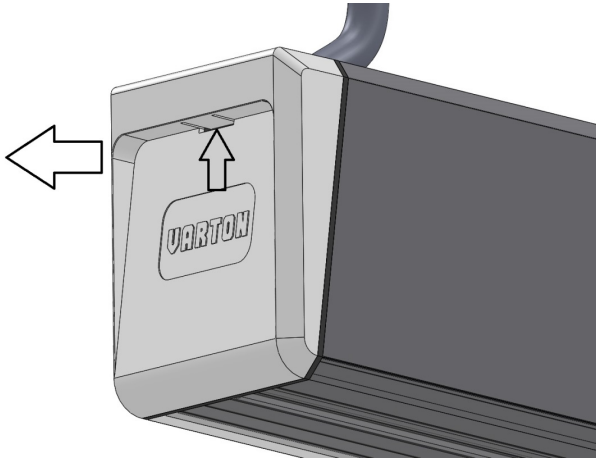

Рис.1
2. Нажмите на фиксатор и снимите декоративные крышки с двух сторон (см. Рисунок 1)